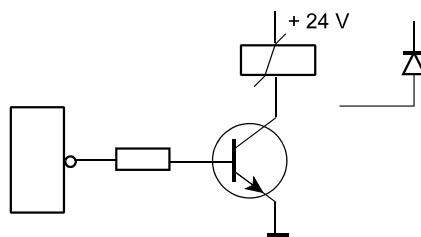

Abb. 6
6. Abb. 6 zeigt eine Transistorstufe, die ein Reedrelais ansteuert. Der Spulenwiderstand beträgt 2150 Ohm, der High-Pegel am Ausgang des Logikschaltkreises 3,3 V, die Basis-Emitter-Sättigungsspannung 0,7 V und die Stromverstärkung 100.